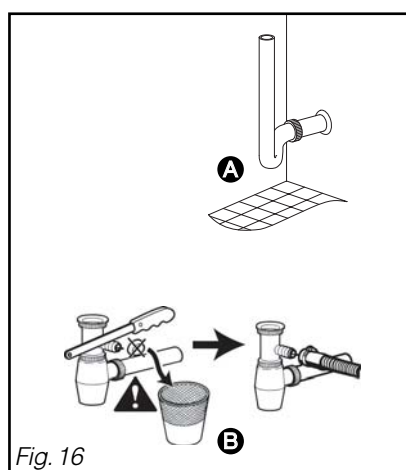

Fig. 16
- Sur un siphon ventilé (Fig. 16 A).
- Sur un siphon d'évier (Fig. 16 B).
Lors d'un raccordement sur un siphon, vous devez retirer l'obturateur du siphon. Emmanchez ensuite l'embout caoutchouc à fond. Si nécessaire, ajoutez un collier de serrage (Fig. 16 B).